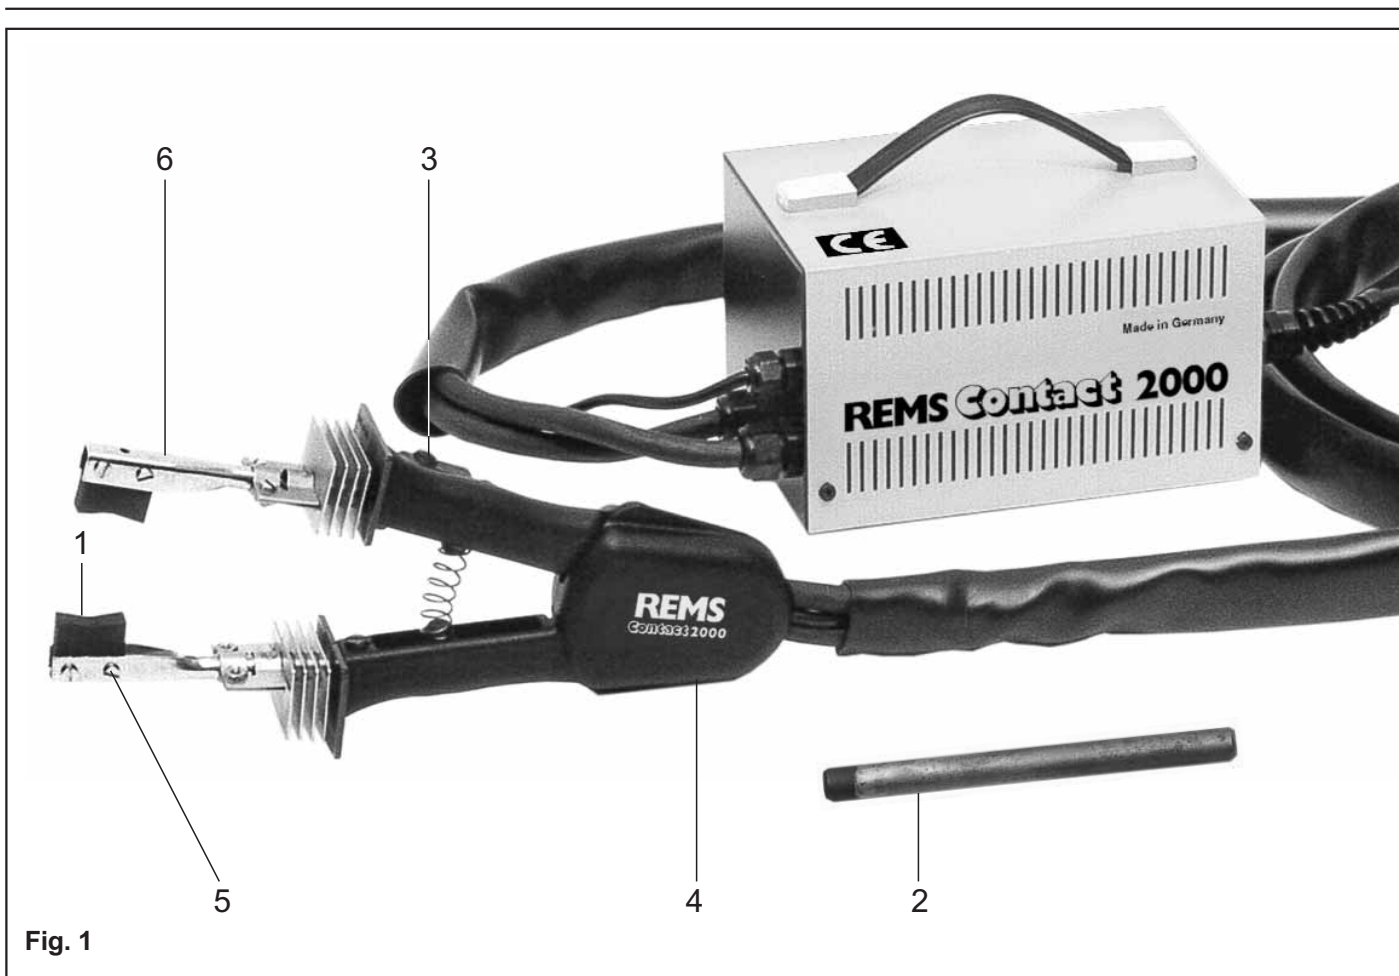

Fig. 1
Normalt används prismaelektroder (Fig. 1 [1]), eftersom dessa värms upp snabbare än stavelektrodena (2) tack vare större beröringsyta mot röret. Stavelektrodena är avsedda för trånga områden, där man inte kommer åt med prismaelektrodena.